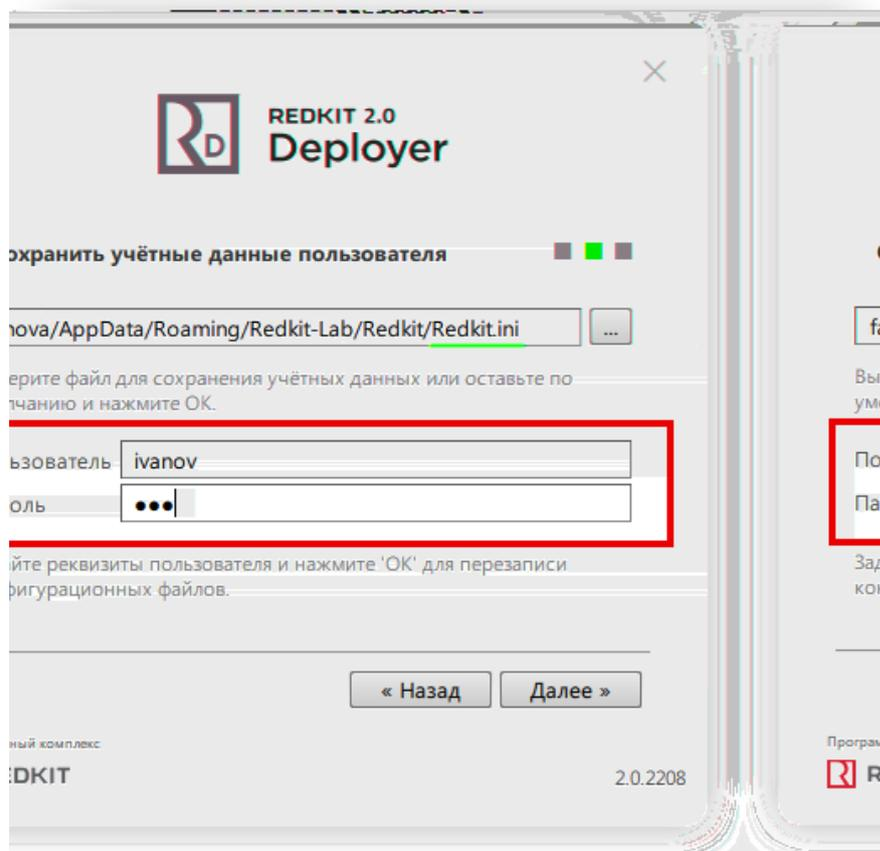

Рисунок 391 - Учетные данные пользователя в configdeployer
1. Запустите утилиту *configdeployer* (по умолчанию расположена в *C:\Program Files\Redkit-Lab\Redkit*); введите реквизиты сервера ключей и для выбранного конфигурационного файла *Redkit.ini* установите реквизиты пользователя, от которого будет выполняться автозапуск Redkit Workstation (Рисунок 391).